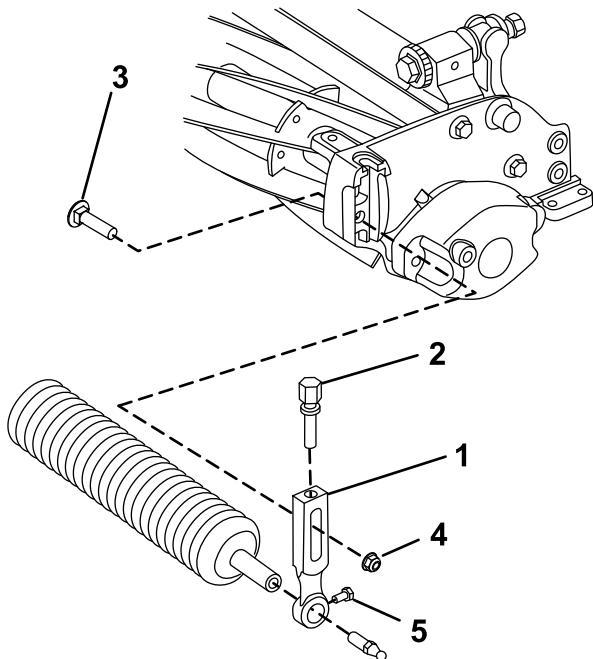

图3
1. 卸下将其中一个剪草高度臂固定至滚刀组侧板的防松螺栓、垫圈及凸缘锁紧螺母 图3。